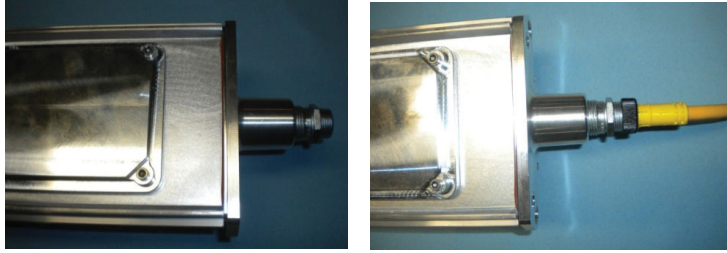

Figure 18
- Déconnecter les fils d'entrée et de sortie du circuit de commande, puis, le cas échéant, déconnecter les fils du gradateur. (Voir la figure 18.)